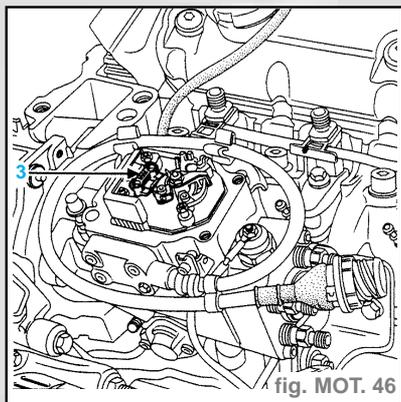

fig. MOT. 46
- Pour déposer la 4ème vis (2) fixant le couvercle de pompe, utiliser l'outil BOSCH 09866612605.
- Déposer la sonde de température de gazole (3) (fig. MOT. 46).